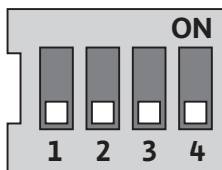

Fig. 25: conmutadores DIP
Los conmutadores DIP (Fig. 8, pos. 6/ Fig. 25) se encuentra bajo la cubierta de la carcasa.